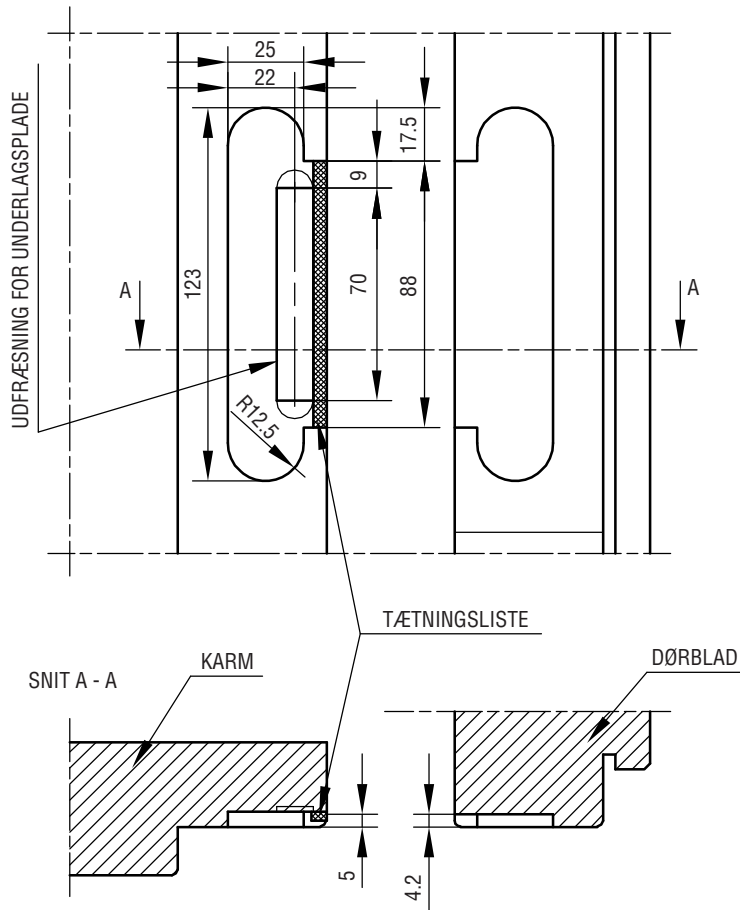

FIG. 1
1. KARM OG DØRBLAD FORSYNES MED UDFRÆSNINGER, SE FIG. 1.
2. DER UDFRÆSES FOR UNDERLAGSPLADE 70 X 12,5 X 2,5 I KARMDALEN, SE FIG. 1+3.
3. EN GUMMITÆTNINGSLISTE MONTERES EVT. YDERST I UDFRÆSNINGEN I KARMDALEN, FIG. 1. DENNE SKAL TÆTNE MELLEM HÆNGSELSBLAD OG KARM.